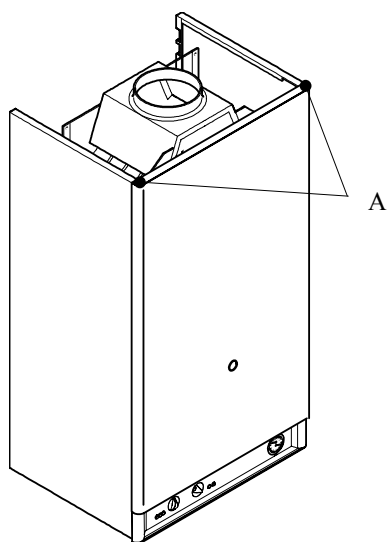

Рис. 9.1
1. Открутите шурупы поз. "А". Снимите переднюю панель, приподняв ее вверх и освободив нижние крючки (рис.9.1.)